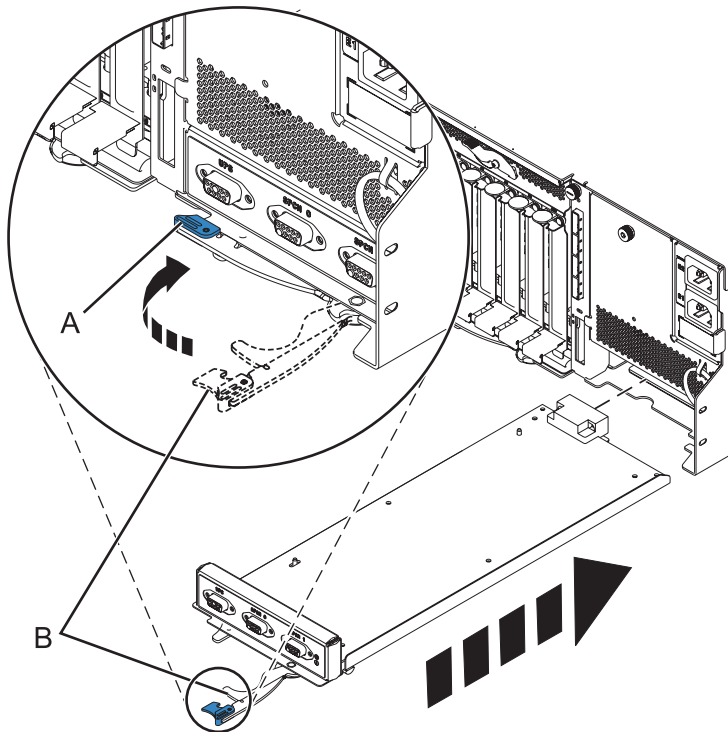

Figure 57. Remplacement du contrôleur de gestion du boîtier
6. Insérez avec précaution le contrôleur de gestion du boîtier dans le système et fermez le loquet (A), comme indiqué dans la figure 57.